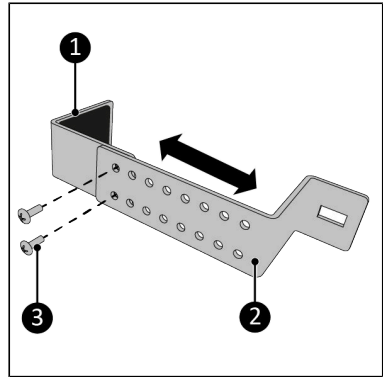

Figura 59.
3. Înșurubați partea superioară (Figura 59, nt. 1) și partea inferioară (Figura 59, nt. 2) împreună folosind cele două șuruburi M5 x 10 mm (Figura 59, nt. 3). Asigurați-vă că lățimea este puțin mai mare decât lățimea ramei ferestrei.